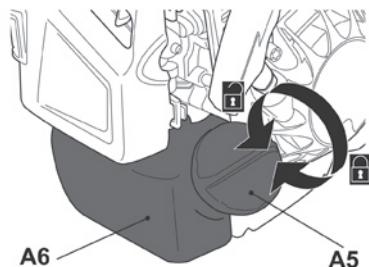

Fig. 30
- > Desaperte e remova a tampa do depósito de combustível (A5) (Fig. 30).